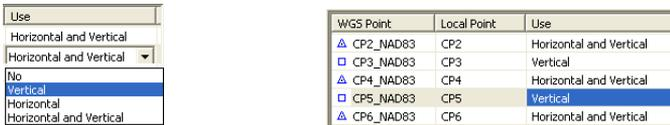

Abbildung B-10. Auswählen der Punktpaarung
4. Zwei der hinzugefügten Punkte (CP3 und CP5) werden nur für die Lagetransformation verwendet, die anderen drei Punkte (CP2, CP4 und CP6) werden für die Lage- und die Höhentransformation verwendet. Sie legen den Status für jeden Punkt in der Spalte *Benutze* fest (Abbildung B-10):